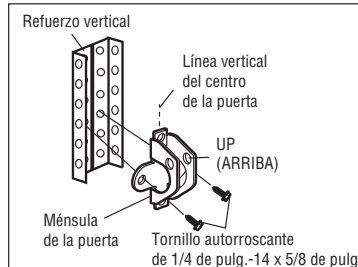

FIGURA 2
- Como alternativa puede usar dos pernos de 5/16 de pulg.-18x2 pulg. con arandelas de presión y tuercas (no incluidos). (Figura 2)